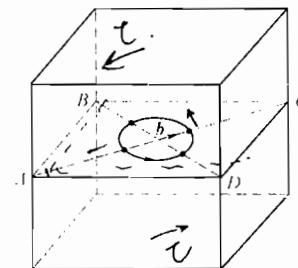

图 40-2 第三题第 3 小题图
3. 如图 40-2 所示的晶体中， $ABCD$ 滑移面中央有一个位错环，位错线方向为逆时针方向，其柏氏矢量 b 平行于 AC 。